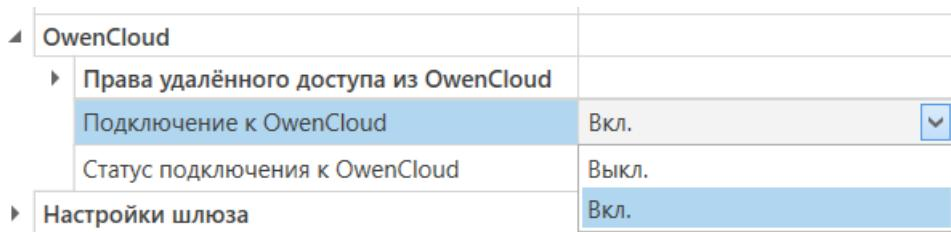

Рисунок 7.4 – Настройка автоматического подключения к облачному сервису
2. Задать значение «**Вкл.**» в параметре «**Подключение к OwenCloud**» (рисунок 7.4).